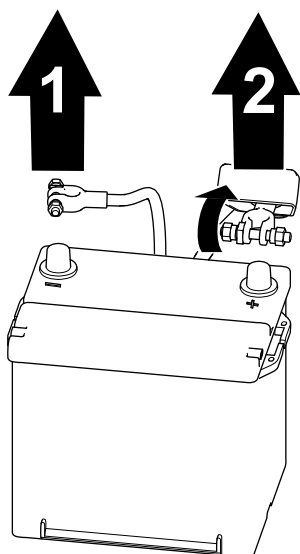

Рисунок 60
1. Отсоедините отрицательный кабель аккумулятора от штыря аккумулятора (Рисунок 60).
2. Снимите изолирующий колпачок и отсоедините положительный кабель аккумулятора от штыря аккумулятора (Рисунок 60).